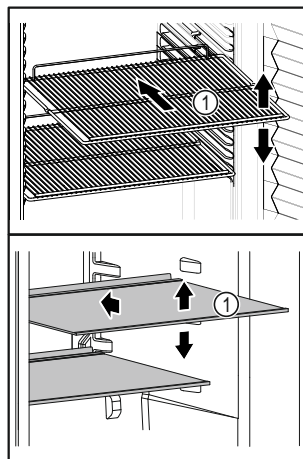

Fig. 40 Simbolična slika
- ❑ Če so odlagalne površine *Fig. 40 (1)* premične, jih prilagodite po višini.